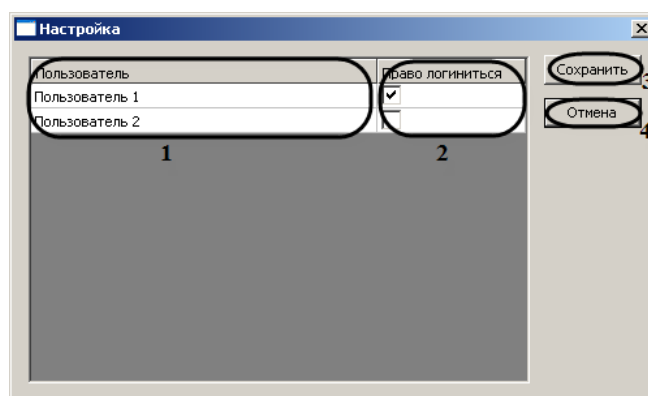

Рис. 3.3—6 Настройка прав доступа
*Примечание.* В столбце **Пользователь** отображается список пользователей, созданных в программном комплексе Интеллект (см. Рис. 3.3—6, 1).
3. Для назначения определенных прав доступа пользователям необходимо установить флажок в соответствующей ячейке столбца **Право логиниться** (см. Рис. 3.3—6, 2).